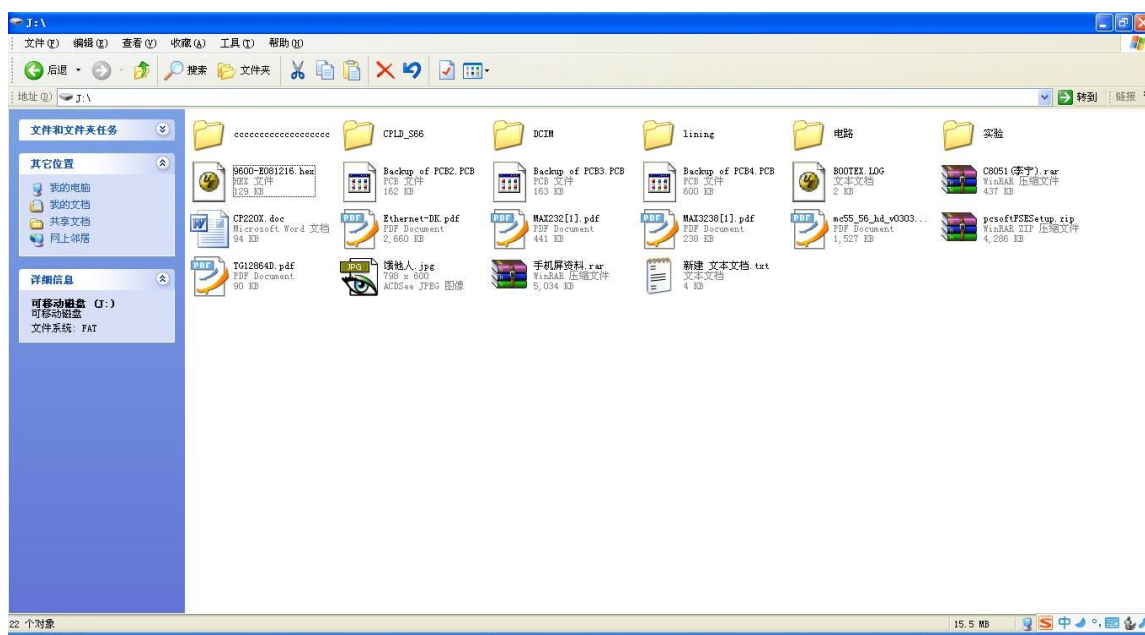

图 4-15 打开磁盘
Step3: 打开可移动磁盘，可以对里面的文件进行复制，删除，更改，创建等等。如图 4-15